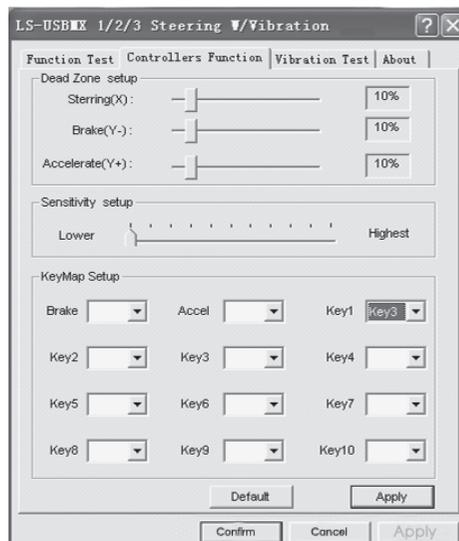

Рис. 8
- Выберите закладку «Controllers Function» для настройки осей и клавиш (рис. 8). Настройка осей и клавиш (не поддерживается ОС Vista 64) а) настройка Dead Zone setup («мертвой зоны»): манипулятор не будет реагировать на незначительное нажатие на педали газа (Accelerate Y+) и торможения (Brake Y-) и повороты руля (Steering X), поэтому нужно установить необходимые поправки (рис. 8);
- настройка Sensitivity setup (чувствительность): чем выше установлена чувствительность, тем быстрее и оперативнее будет реакция манипулятора на нажатие педалей и повороты руля, поэтому нужно установить необходимые установки – в пределах от Lower (низкого) до Highest (см. рис. 8);
- в разделе KeyMap Setup можно перепрограммировать значение клавиш: для этого напротив обозначения клавиши необходимо выбрать нужное значение (см. рис. 8);